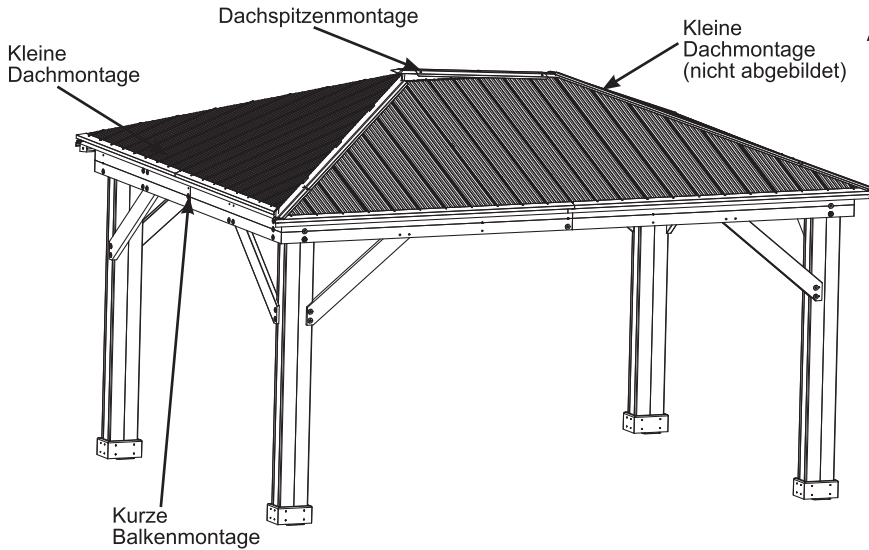

Abb. 19.1
A: Mit allen vier Monteuren eine Kleine Dachmontage nach oben und über die Kurze Balkenmontage heben. Sie werden die Dachspitzenmontage anheben müssen, um das Oberteil darunter zu bekommen. Jede Rechte Sparrenecke (623) mit drei 1/4 x 2-3/4" Sechskantschrauben (mit zwei Große Unterlegscheibe 1/4-5/16" und einer Kontermutter 1/4") pro Seite an der jeder Linke Sparrenecke (624) locker befestigen. Damit die Bolzenlöcher übereinstimmen, muss der Helfer in der Mitte das Zentrum der Platten anheben, wobei die anderen sicherstellen, dass die Ecken übereinstimmen. Sicherstellen, dass alle Bolzen fest sitzen. Die Verbindungssparren müsse innen bündig sein. (Abb. 19.1, 19.2 und 19.3)